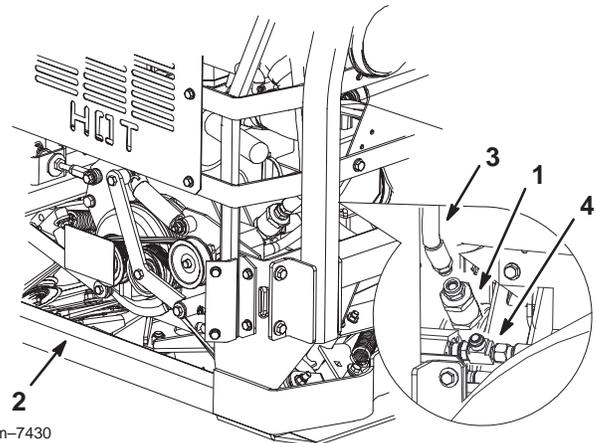

Figure 58
1. Placez un bac de vidange sous le filtre puis débranchez le flexible hydraulique du filtre (Fig. 58).
2. Déposez le filtre hydraulique du raccord en T au bas du filtre (Fig. 58).
3. Montez le filtre sur le raccord en T en bas et sur le flexible hydraulique en haut (Fig. 58).